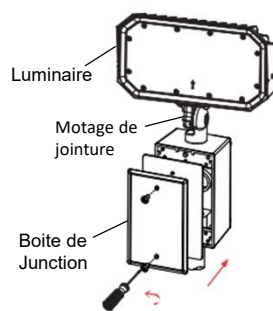

Figure 16
- Fermez la zone de jonction. **Reportez-vous à la Figure 16.**